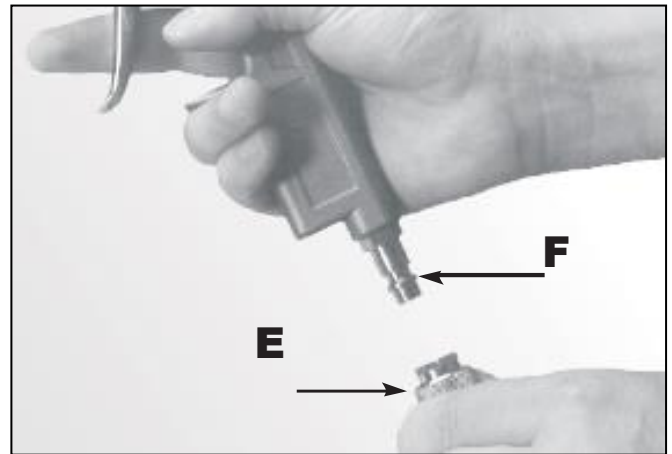

Рис. 2
1. Все пневмоинструменты снабжены быстросъемными штуцерами (см. рис. 2); воздух к инструменту подается через спиралеобразный шланг.
Е. Подсоедините штуцер **F** с нажимом к шлангу (рис. 2).